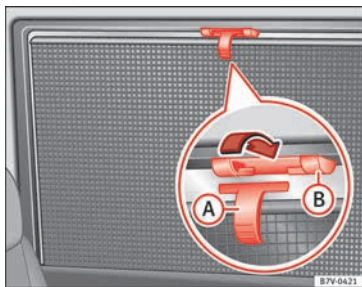

Fig. 144 En la ventanilla trasera derecha: cortinilla.
- Tire de la cortinilla por el asa saliente » **fig. 144** **(A)** completamente hacia arriba.